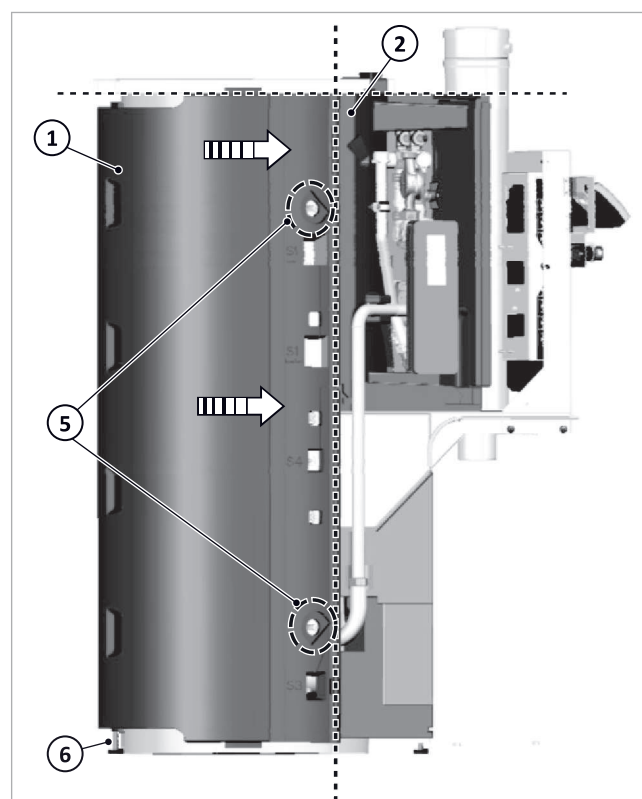

Fig. 16 : installation de l'isolation arrière de l'accumulateur
- Utilisez une rondelle coudée (3) et une vis (4) pour fixer l'isolation de l'accumulateur en haut et en bas de l'accumulateur → fig. 16 (5).
- terminaison droite en haut de l'isolation arrière de l'accumulateur → fig. 16 (1) avec l'isolation de la station (2)
- affleurant dans les angles droits avec l'isolation de la station → fig. 16 (2) et l'isolation de la bride.
- Faites sortir le pied → fig. 16(6) jusqu'au sol.